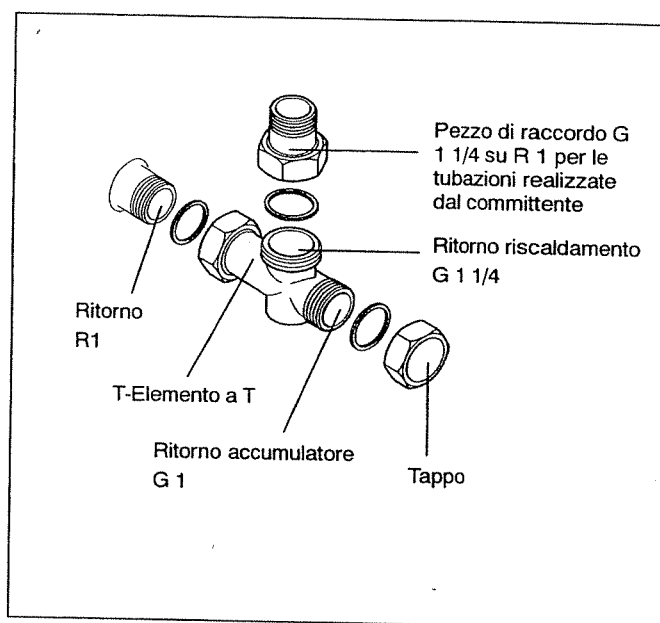

Fig. 7: Ritorno G124 X
* per G124 X si veda anche Fig. 7
- Inserire la guarnizione nel dado a risvolto dell'elemento a T fornito in dotazione e avvitare saldamente l'elemento a T sulla tubazione di ritorno (Fig. 7). Se non è previsto il collegamento di un accumulatore-produttore di acqua calda, avvitare il tappo con la guarnizione (Fig. 7).
Montare il pezzo di raccordo G 1 1/4 fornito in dotazione su R1 per il ritorno del riscaldamento sull'uscita a 90° se non è previsto l'uso di un sistema di montaggio rapido del circuito di riscaldamento (accessorio) (Fig. 7).